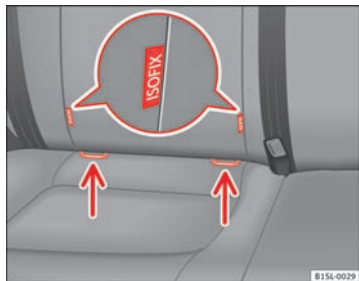

Fig. 53 På sædet: markeringer ved de nederste holdere til fastgørelse af børnesæder
- Sæt børnesædet på holderne i pilens retning ⇒ Fig. 53. Børnesædet skal gå i hak, så det kan høres.
- Placer børnesædet på sædehynden, og hægt fastgørelsesremmene fast i holderne ⇒ Fig. 53.